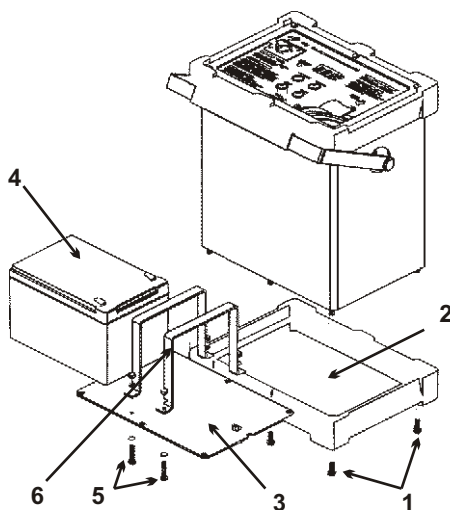

Рисунок 5
**1** Отверните 6 винтов (поз. 1 рис. 5)
**2** Аккуратно снимите крышку аккумуляторного отсека (поз. 2 рис.5) вместе с резиновой окантовкой.
**3** Извлеките панель (поз. 3 рис. 5) с закрепленным на ней аккумулятором (поз. 4 рис. 5)
**5** Отверните 4 винта (поз. 5 рис. 5).
**6** Снимите скобы (поз. 6 рис. 5) и извлеките аккумулятор (поз. 4 рис. 5).